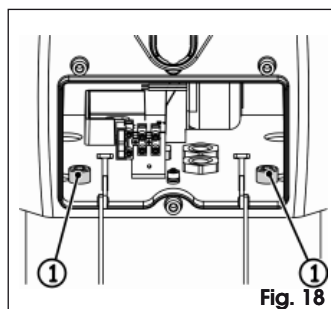

Fig. 18
- Abra otra vez el hueco central y atornille los otros dos tornillos, Fig. 18 ref. ①.